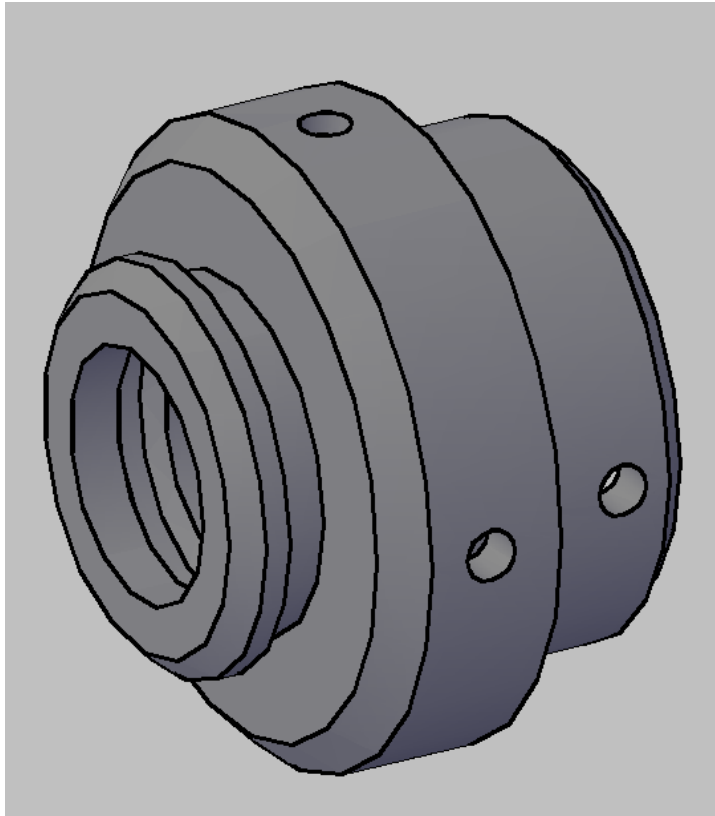

Рисунок 3.7 – Деталь в тривимірному просторі, створеної за допомогою обертання
7. Виберіть режим зафарбовування моделі (Рисунок 3.7).